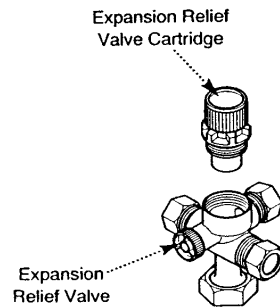

Fig. 71
**11.14 Expansion Relief Valve Cartridge (Fig. 71)**